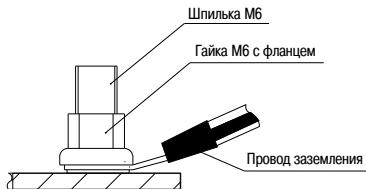

Рисунок 15 – Монтаж заземления к шпилькам
4.7.3 По завершении подготовки шкафа к эксплуатации произведите монтаж контура заземления. Для крепления проводов к шпилькам заземления используйте гайки M6 (с фланцем) (рисунок 15).